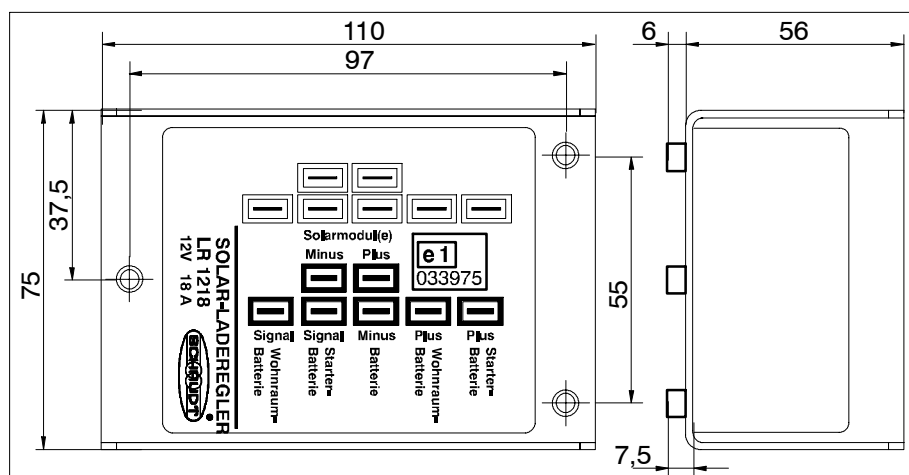

Bild 1 Maßbild Solar-Laderegler LR 1218 (Abmessungen in mm)
- ▶ Solar-Laderegler mit drei Schrauben (Abb. 1, Pos. 6) an den dafür vorgesehenen Bohrungen auf einer stabilen und ebenen Unterlage festschrauben.